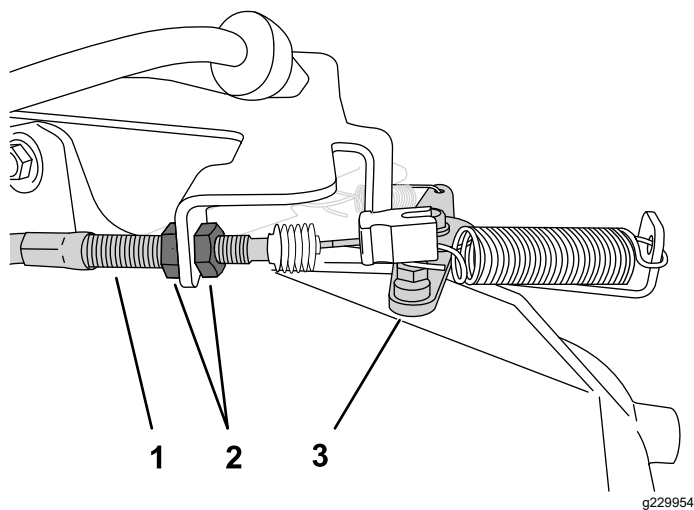

Figura 44
2. En la funda del cable del acelerador, afloje la contratuerca delantera y apriete la contratuerca trasera para aumentar el ralentí bajo (Figura 44).